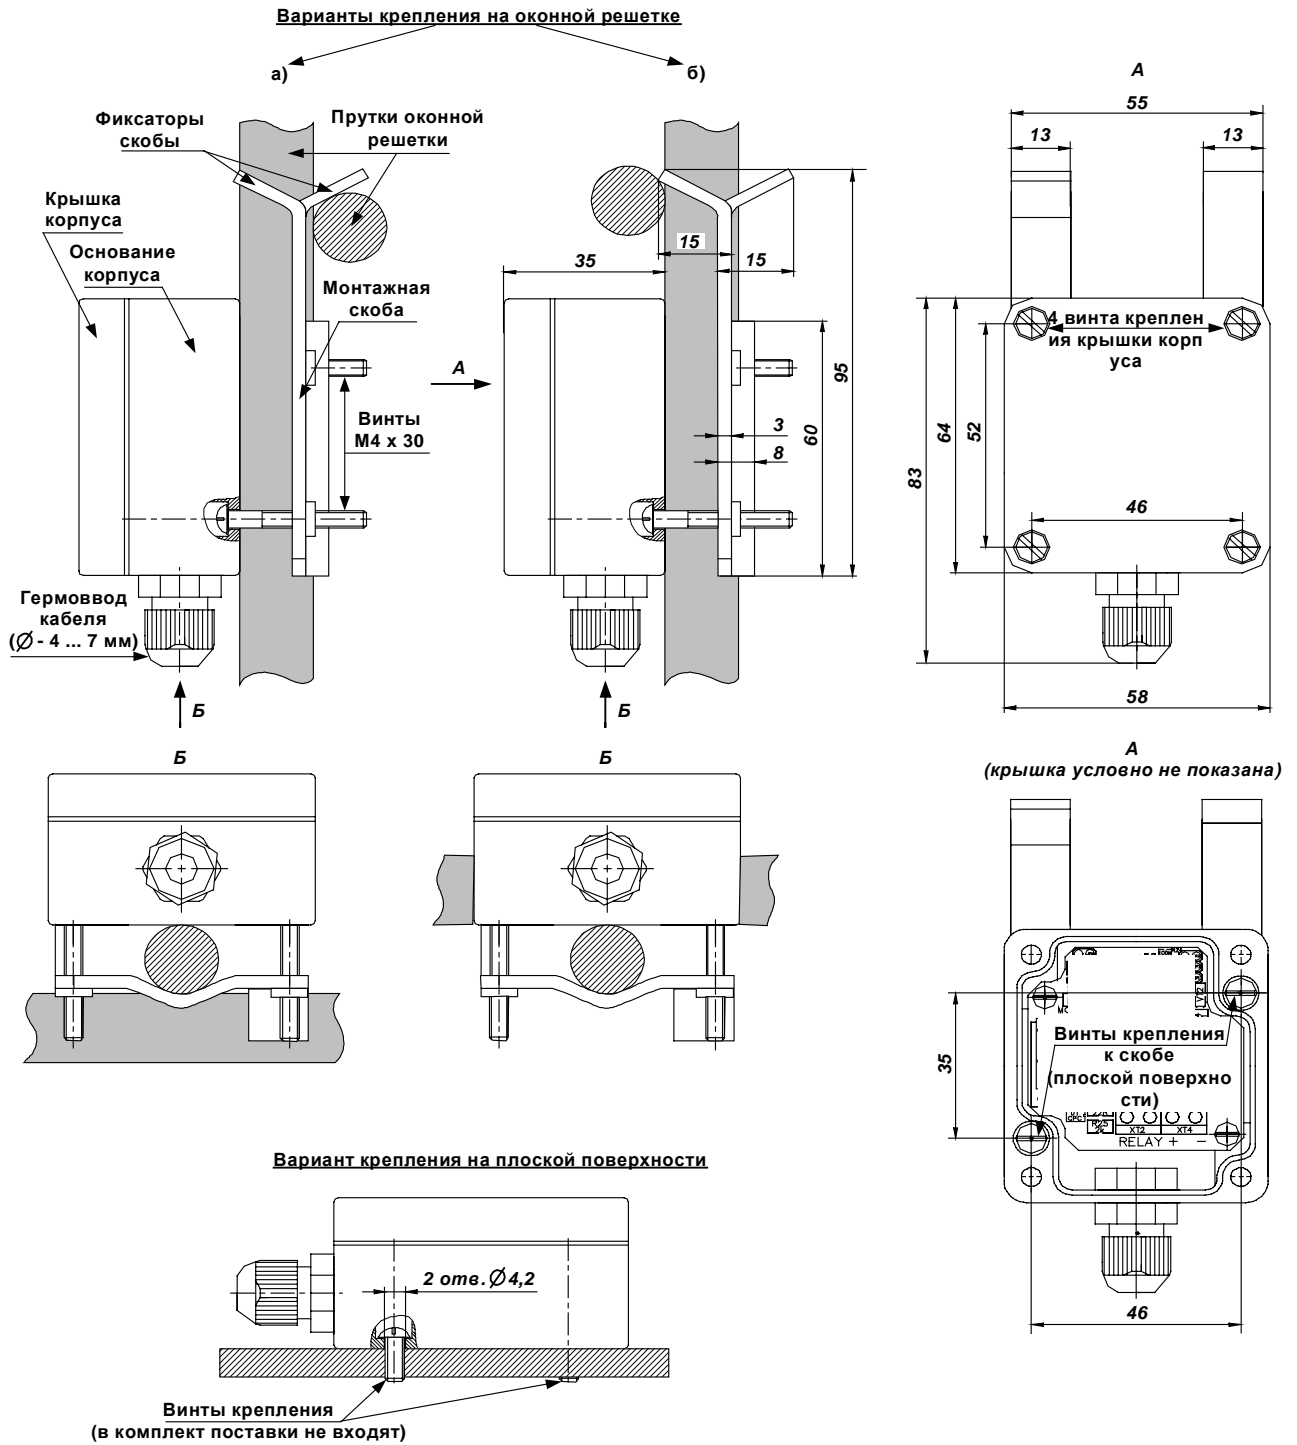

Рис. 1 Внешний вид, варианты крепления, габаритные и установочные размеры.
АВИ (см. Рис. 1) входит в состав адресной системы безопасности АСБ «Рубикон» и предназначен для обнаружения попыток разрушения защищаемых конструкций, в том числе перепиливания, сверления, многократных ударов, а также наклона самого извещателя по вертикали или его вскрытия.
Крепление извещателя на защищаемой конструкции осуществлять согласно Рис. 1. Крепление на металлический лист осуществлять саморезами (в комплект не входят).
Для установки извещателя (см. Рис. 1):
- Закрепить корпус и монтажную скобу на решетке 2 винтами - Рис. 1, варианты а) или б), предусмотрев упор фиксатора в решетку. При креплении по варианту б) – обеспечивается фиксация извещателя на решетке диаметром до 15 мм.